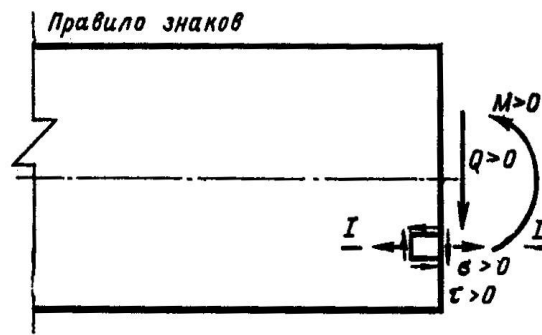

Рисунок 9.2 – Схема левой отсеченной части балки (к задаче 9)
3) Принимая, что заданное сечение относится к левой отсеченной части балки (рисунок 9.2), определить значения нормального σ , касательного τ и главных σ_{\max} и σ_{\min} напряжений в сечении балки на уровне I-I (показать положение главных площадок) и направления главных напряжений.